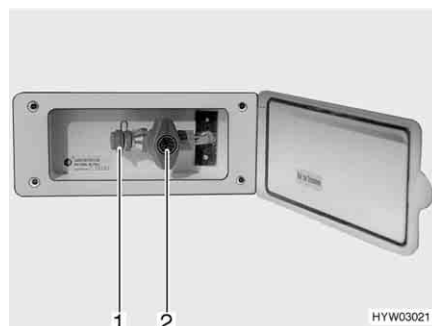

Bild 148 Extern gasanslutning, gasavstängningsventilen stängd
Den externa gasanslutningen (Bild 148) befinner sig, beroende på modell, på fordonets bakdel eller på fordonets vänstra resp. högra sida.
- Anslut den externa gasapparaten till anslutningar (Bild 148,1).
- Öppna gasavstängningsventilen (Bild 148,2).